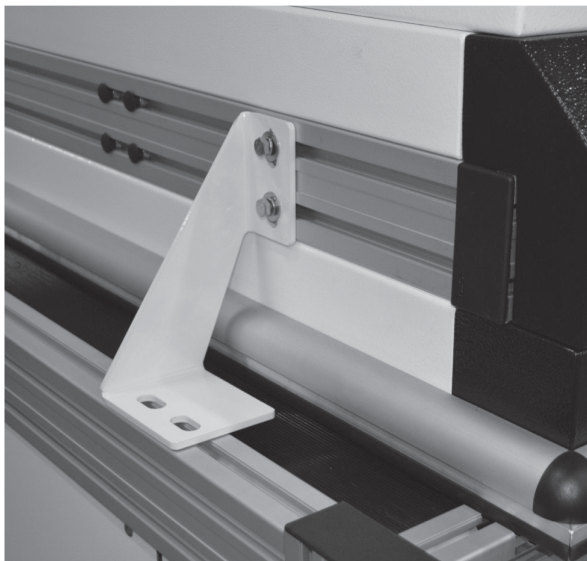

fig. 3.1 - Fixations pour transport
2. Enlever les éléments jaunes de maintien en position de transport du cadre lampes (voir fig. 3.1)